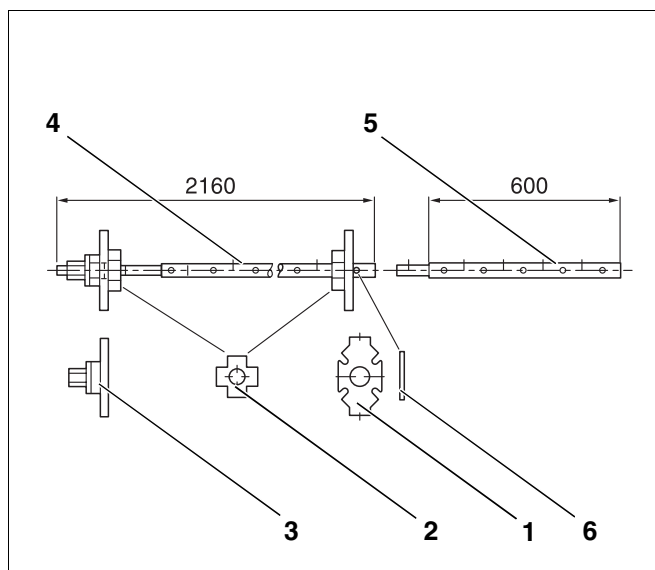
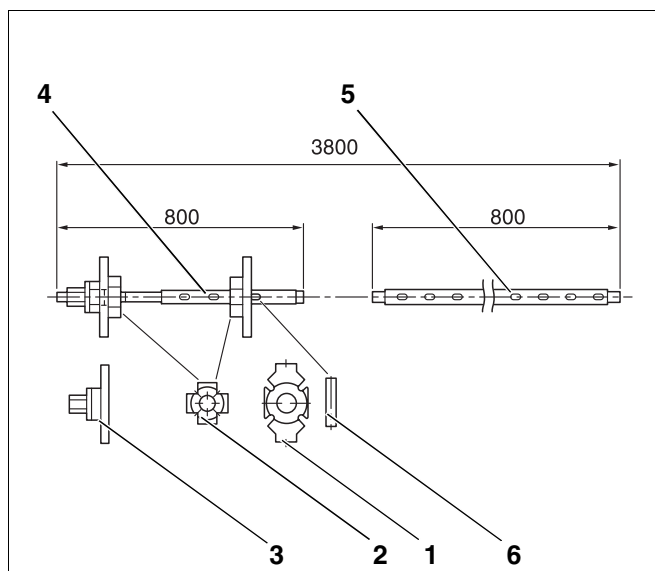

Fig. 4 Presă de niplare, mărime 2.2 (dimensiuni în mm)
Fig. 5 Presă de niplare, mărime 2.3 (dimensiuni în mm)
- Presă de niplare 2.2 (fig. 4, pagina 14) sau 2.3 (fig. 5, pagina 14)